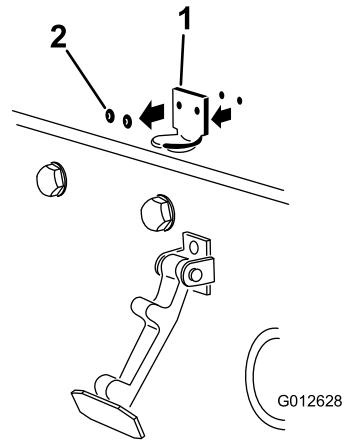

Figura 6
2. Retire os (2) rebites que prendem o suporte do trinco do capot ao capot (Figura 6). Retire o suporte do trinco do capot.